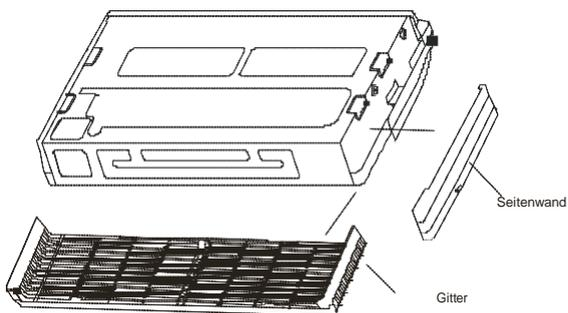

Abb. 49-9
1. Entfernen Sie die Seitenwand und das Gitter. (Siehe Abb. 49-9) (Bei den Modellen mit 48000Btu/h und 60000Btu/h entfernen Sie das Gitter nicht.)